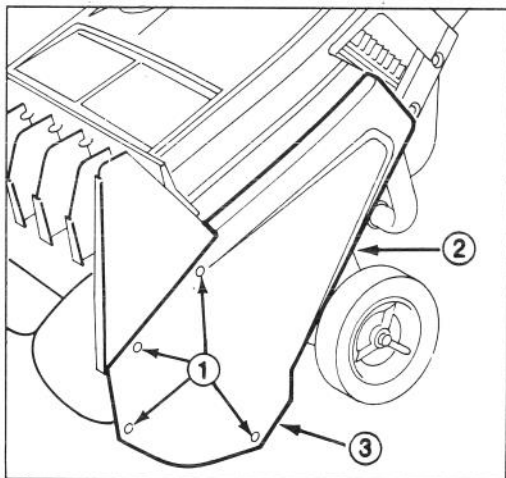

Fig. 8
UTBYTE AV DRIVREM (Fig. 8, 9 och 10)
2. Ta bort skruvar, låsmuttrar och den brickförsedda flänsskruven (Fig. 8). Ta bort kåpan.